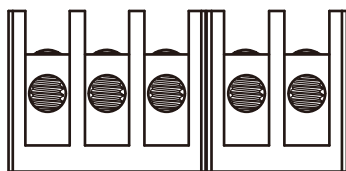

Рис. 5.10 Подключение кабеля перем. тока
- 2) Подключите кабель через распределительную коробку с водонепроницаемой оболочкой и вставьте в зажим (на рисунке 5.9 изображен способ подключения трехфазных линий к распределительной коробке; кабель заземления присоединяется к корпусу инвертора), и используйте отвертку, чтобы прижать жгут проводов к соединительному зажиму, как изображен на рис. 5.10.